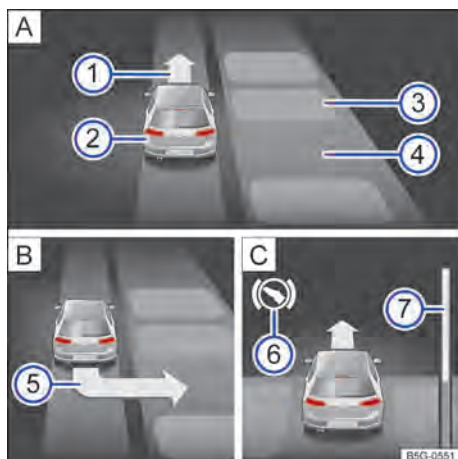

Fig. 168 No display do instrumento combinado: entrar na vaga de estacionamento transversalmente à pista.
⑦ Barras de progressão (distância relativa remanescente).
- Observar a solicitação para entrar na vaga no display do instrumento combinado → Fig. 168 ⑤.
Legenda para → Fig. 168: